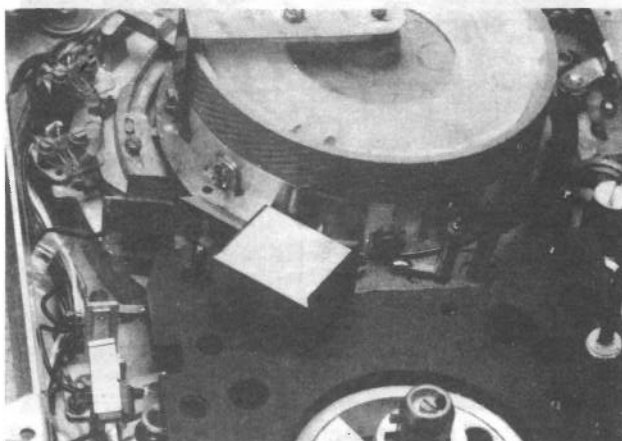

Abb. 19
- Einstelllehre für Wickeltellerhöhe nach Abb. 19 anlegen und Kopfspiegel auf Senkrechtstellung kontrollieren.